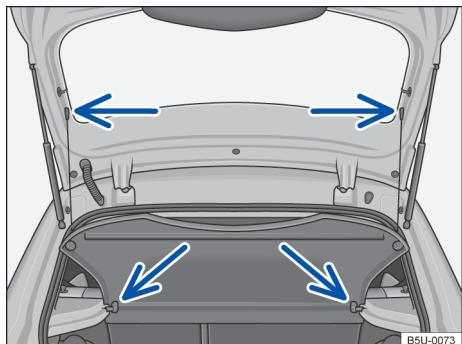

Fig. 100 No compartimento de bagagem: remover e instalar a cobertura do compartimento de bagagem.
- Desprender os cordões de retenção do suporte da tampa traseira → Fig. 100 (setas superiores).
- Retirar a cobertura do compartimento de bagagem por trás, para fora dos suportes laterais → Fig. 100 (setas inferiores).
- Empurrar a cobertura do compartimento de bagagem para a frente, introduzindo-a nos suportes laterais → Fig. 100 (setas inferiores).
- Encaixar os cordões de retenção na tampa traseira → Fig. 100 (setas superiores).